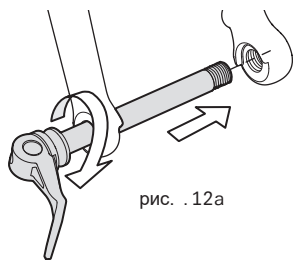
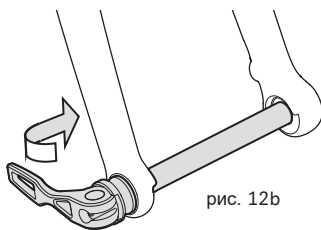

рис. . 12a
рис. 12b
5. Если Ваш велосипед оснащён стандартной осью **Cervélo Thru-Axle**, переместите ручку в положение ОТКРЫТО и расположите её в вырезе на оси (рис. 11a). Аккуратно поместите колесо между перьями вилки, убедившись что ротор находится между тормозных колодок, а отверстие для оси во втулке совпадает с отверстиями в дропаутах. Ручка на оси должна находиться с правой части велосипеда. Вставьте ось через дропаут в отверстие для оси на втулке до касания её противоположного дропаута. Визуально убедитесь, что ось расположена правильно относительно дропаута и закрутите её по часовой стрелке (рис. 12a). Затягивайте ось до полного закручивания резьбы в дропаут с левой стороны. Переместите ручку в положение ЗАКРЫТО (рис. 12b). Ручка должна быть параллельна перу вилки, изгиб ручки должен быть направлен в сторону колеса.